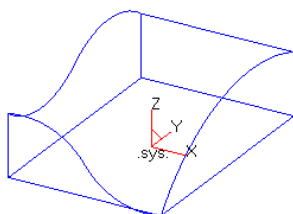

图 6-46 完成的线框架图
13) 最后,按 Delete 键将多余线条删除,如图 6-46 所示。